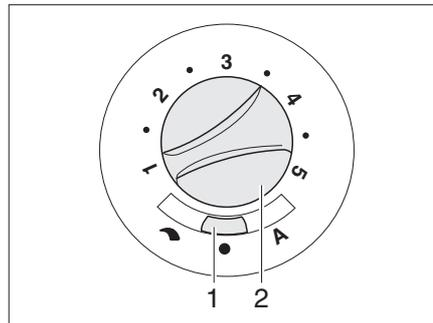

Bild 110 Bedienschalter für Umluftgebläse (12 V)
- Den Schiebeschalter (Bild 110,1) auf "↶" (Handregelung) oder "A" (Automatikbetrieb) stellen.
- Wenn am Schiebeschalter (Bild 110,1) "↶" (Handregelung) eingestellt ist: Mit dem Drehknopf (Bild 110,2) die gewünschte Leistung des Umluftgebläses einstellen.
- Den Schiebeschalter (Bild 110,1) auf "●" (Aus) stellen. Bei Heizbetrieb ist diese Schalterstellung außer Funktion.